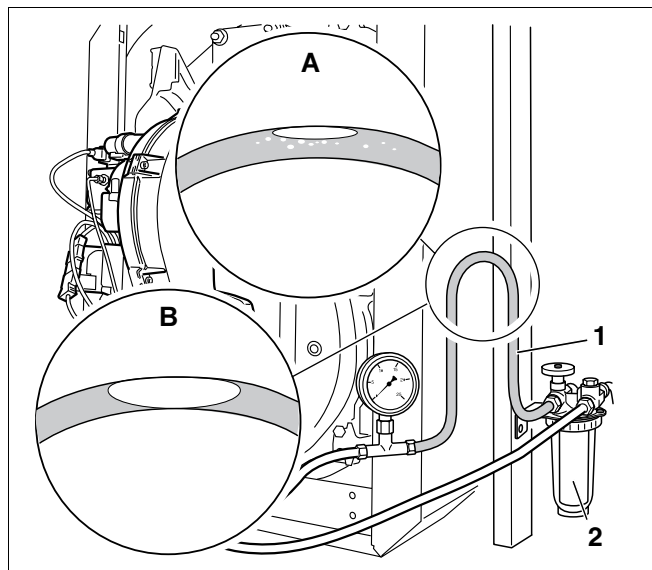

Fig. 42 Prinderea de sus a furtunului transparent
- Se montează furtunul transparent (Fig. 42, **Poz. 1**) în conducta de absorbție din spatele filtrului (Fig. 42, **Poz. 2**) de ulei.
- Se leagă sus în modul indicat, bucla furtunului (Fig. 42) transparent.
- Se realizează controlul vizual al cantității de aer care se (Fig. 42, **Lupa A** și **B**) acumulează.
Dacă în poziția cea mai înaltă a buclei abia se acumulează o cantitate mică de aer (Fig. 42, **Lupa A**), conducta de combustibil lichid este suficient de etanșă.
În cazul bulelor de aer mai mari (Fig. 42, **Lupa B**) conducta de absorbție și/sau legăturile sunt neetanșe.